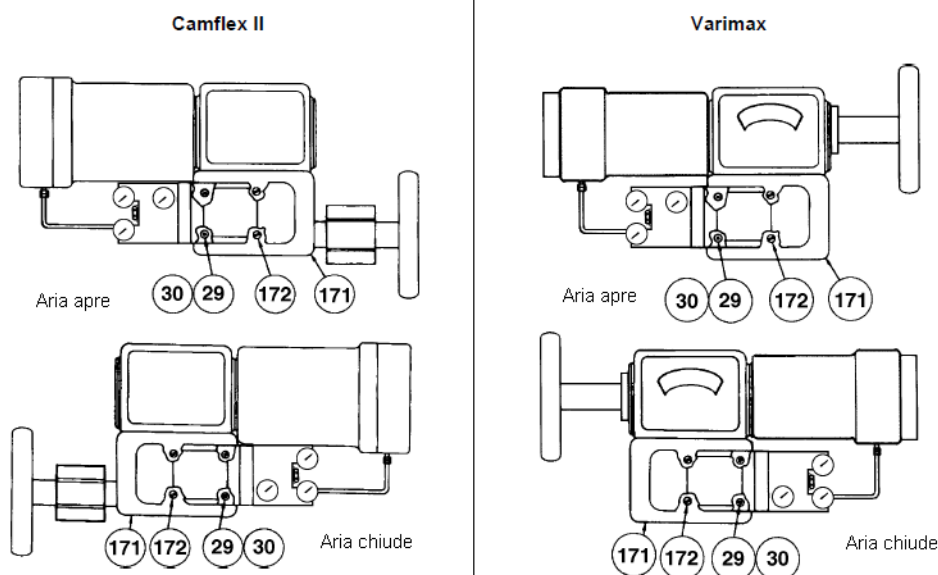
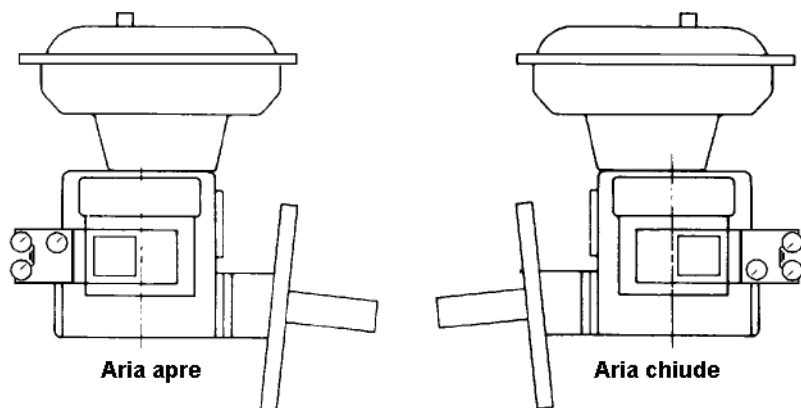
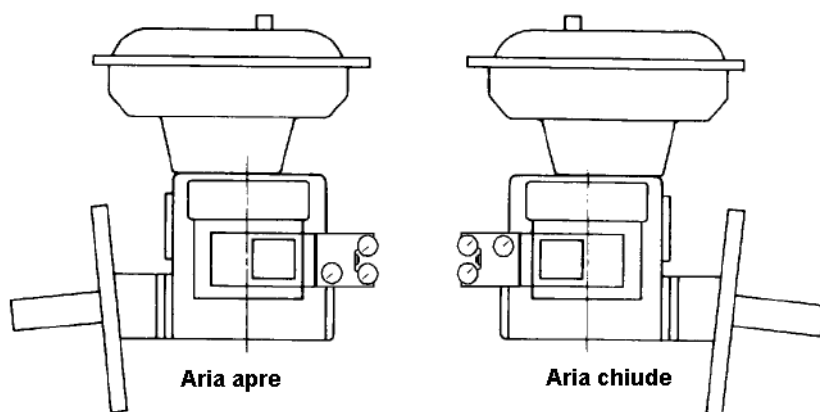

**Figura 8 Camflex II e Varimax**
**Figura 9 Ball II e MiniTork II**
**Figura 10 Valvola a farfalla ad alte prestazioni**
Il posizionario è montato su una piastra di montaggio intermedia (171) con due brugole (29) e due rondelle (30), con i manometri più vicini al servomotore nella Camflex e nella Varimax (Figura 8) e più lontani dal servomotore nella Ball II (Figura 9), nella MiniTork II (Figura 9) e nella HPBV (Figura 10). La piastra di montaggio intermedia (171) è montata sul supporto per mezzo di due viti a testa piatta (172).
Per i dettagli delle parti di montaggio del posizionatore, vedere la Figura 8.